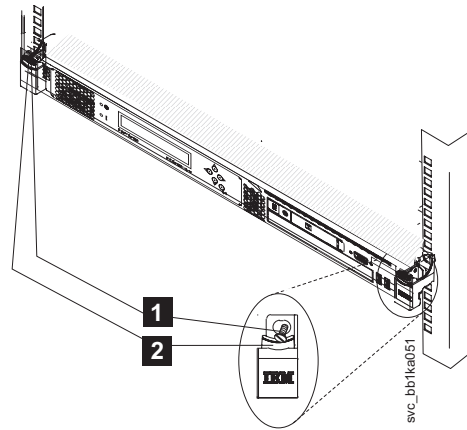

図9. SAN ボリューム・コントローラー 2145-CF8 解放ラッチと取り付けねじ
- a. ノードの前面から、オプションの M6 ねじ (29 ページの図 9 の **1**) を取り外します。